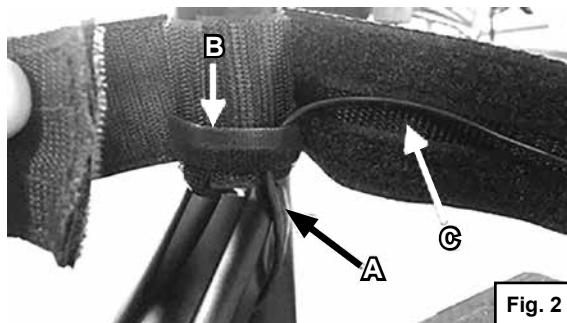

Fig. 2
8. Acheminez les câbles des lumières LED (A) le long du châssis en direction de la sangle mollets. À l'aide des attaches Velcro (B), maintenez les câbles contre le châssis, sous la sangle mollets (Fig. 2).
9. Faites courir les câbles le long de la rainure Velcro (C) au dos de la sangle mollets, jusqu'au centre de la sangle (Fig. 2).